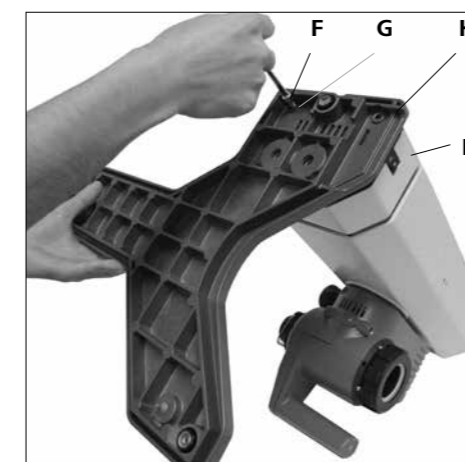

Fig. 7
#### 1.) Monter la base de la levée. (Fig. 7)
- Utilisez les vis cylindriques M6x25 (F) (4x) et la rondelle striée M6 (G) (4x) pour monter le socle (H) avec le dispositif de levage (I) une fois l'ensemble déballé. (Fig. 7)